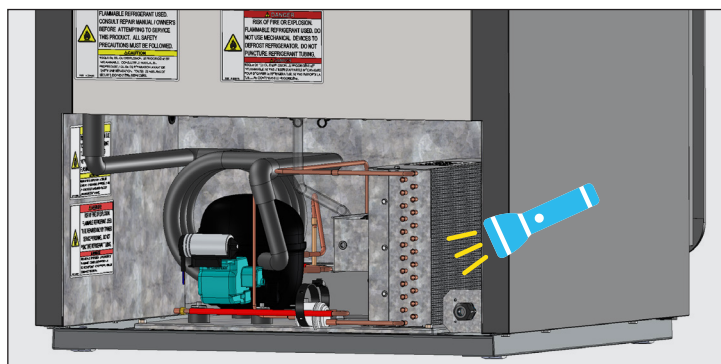

Fig. 4. Compruebe que se hayan eliminado todas las obstrucciones.
4. Luego de eliminar la suciedad de la superficie del serpentín, use una linterna para verificar que puede ver con claridad a través del serpentín. Véase la fig. 4.